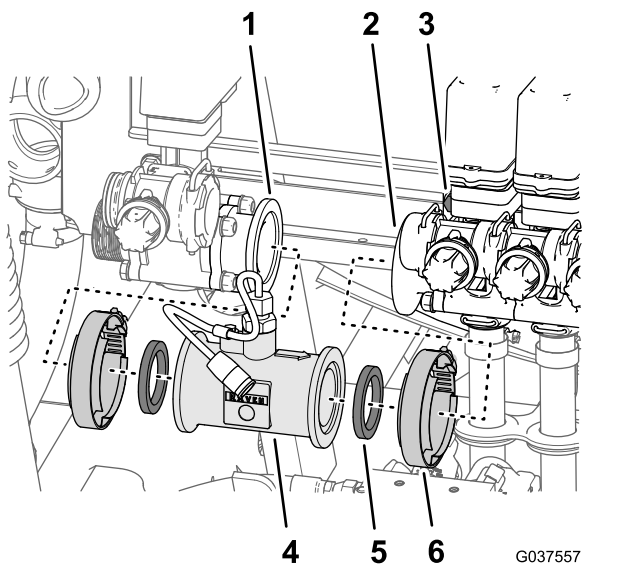

Рисунок 38
- Снимите два фланцевых хомута, которые крепят расходомер к фланцам регулирующего клапана перемешивания и клапана левого сегмента стрелы (Рисунок 38).
- Снимите две уплотнительные прокладки и расходомер с машины (Рисунок 38).
Примечание: Если необходимо, ослабьте затяжку 4 болтов с фланцевыми головками и 4 фланцевых контргайек, которые крепят три клапана секций стрел к креплению клапана (Рисунок 38).